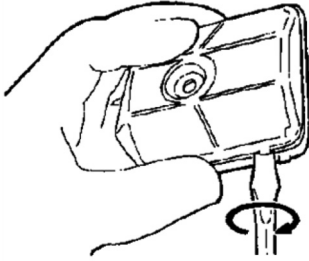

Рис. 16.1
**11. ТЕХНИЧЕСКОЕ ОБСЛУЖИВАНИЕ****ТЕХНИЧЕСКОЕ ОБСЛУЖИВАНИЕ ПОСЛЕ КАЖДОГО ИСПОЛЬЗОВАНИЯ:****1. Воздушный фильтр (рис. 16.1).**